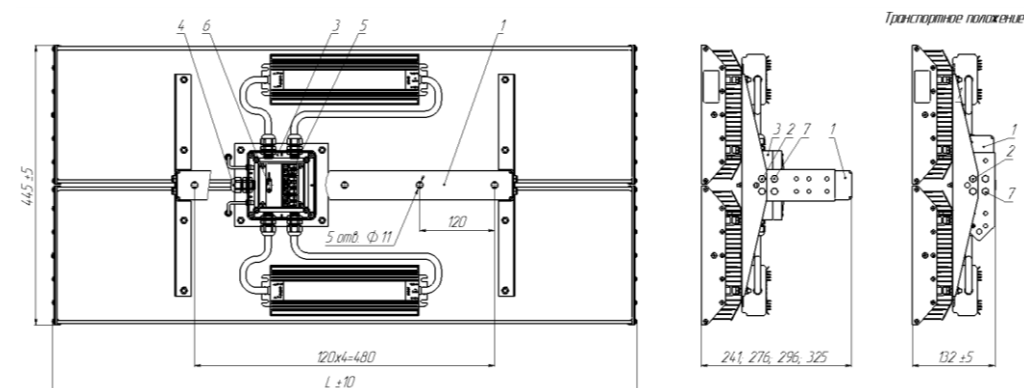

Рисунок 2
5.3 Для подключения светильника к сети снять крышку распределительной коробки (поз.3), отвернув четыре самореза, в случае необходимости, для получения доступа к коробке, снять универсальную скобу (поз.1). Ввести сетевой кабель диаметром 5 – 10 мм через сальниковый ввод АG16 (поз.4), и подключить к клеммной колодке (поз.5), согласно схеме (рисунок 2) предварительно зажав их пластмассовой стяжкой (поз.6). Заземляющий провод подсоединить к клемме, имеющей знак заземления \equiv . Затянуть гайку сальника АG16 с усилием обеспечивающем герметичность. Установить крышку коробки, затянув четыре самореза, установить (в случае необходимости) универсальную скобу в требуемое положение.